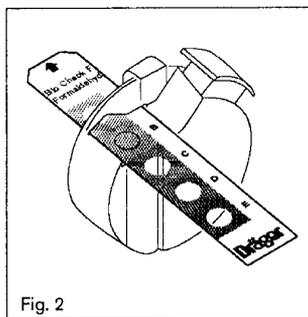

Fig. 2
- Farb-Code durch den Schlitz schieben (Abb. 2), Farbintensität des Indikators mit den Intensitätsstufen am Farb-Code vergleichen. Farbwert gleicher Farbintensität ermitteln.
b) Search for sources of formaldehyde Fig. 2
- Slide the colour code through the slit (Fig. 2) and compare the colour intensity of the indicator with the shades of the colour code. Establish colour value of identical intensity.